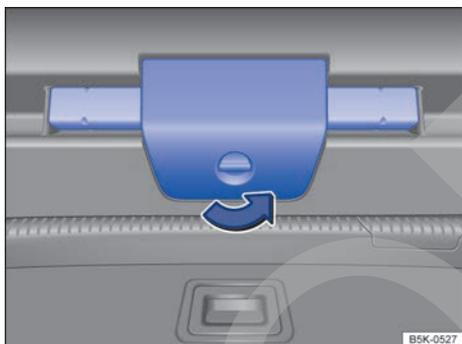

Fig. 68 En el portón del maletero: abrir el soporte del triángulo de preseñalización.
- Gire el cierre del soporte del triángulo de preseñalización 90° en el sentido contrario al de las agujas del reloj → **fig. 68**.